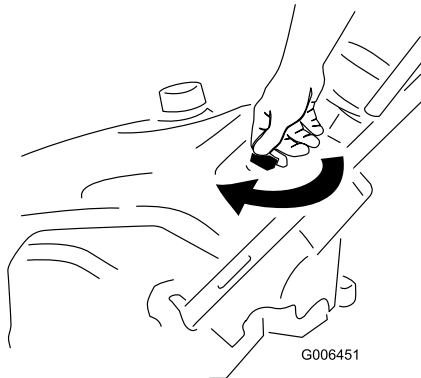

Figure 10
1. Tournez la clé dans le sens horaire en position contact établi (Figure 10).